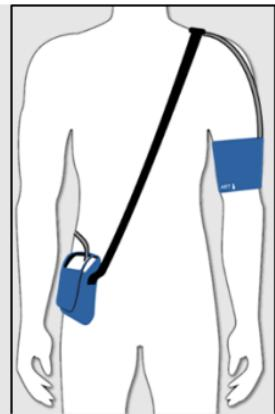

Fig. 1: NBP-24 NG con correa para el hombro
- Procure colocar bien la correa para el hombro/para la cintura y el tubo del brazalete, véase la fig. 1.
- La conexión del tubo del brazalete debe mirar hacia arriba, véase la fig. 1.